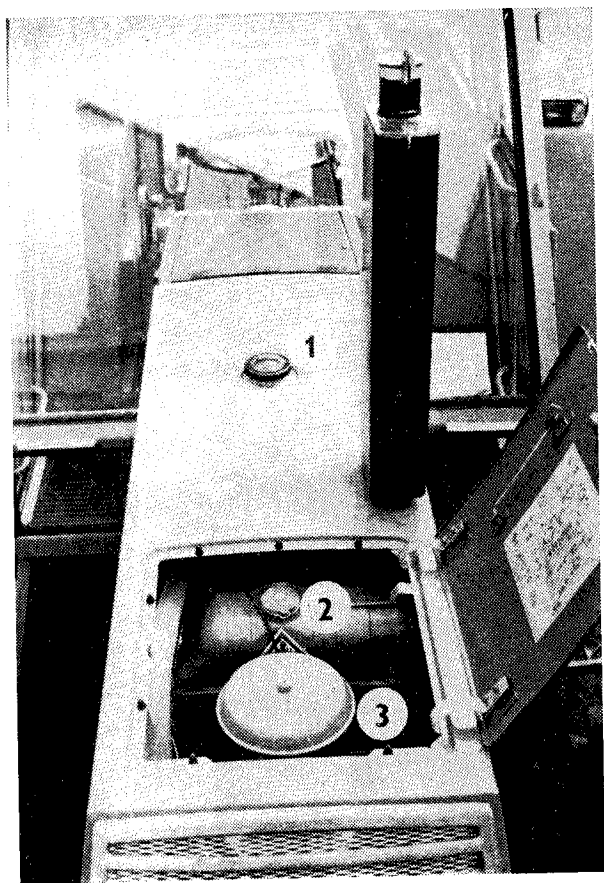

Fig. 5
1. Trou de remplissage du carburant (fig. 5/1).
3. Trou de remplissage du liquide de refroidissement (fig. 5/2).